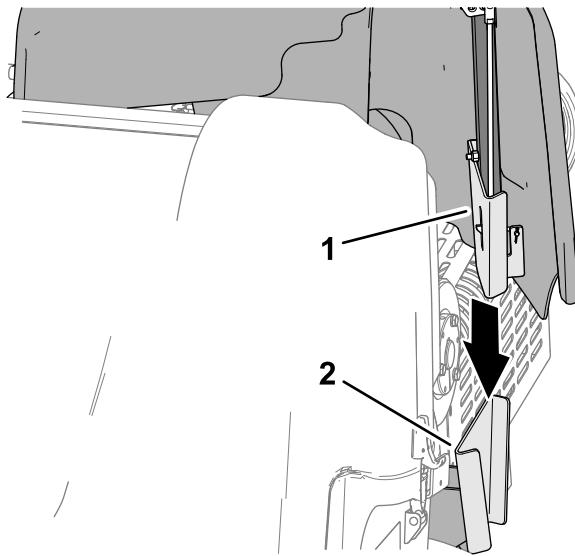

Figure 144
1. Alignez le support du protège-courroie sur le support de capot du cadre de la machine (Figure 144).